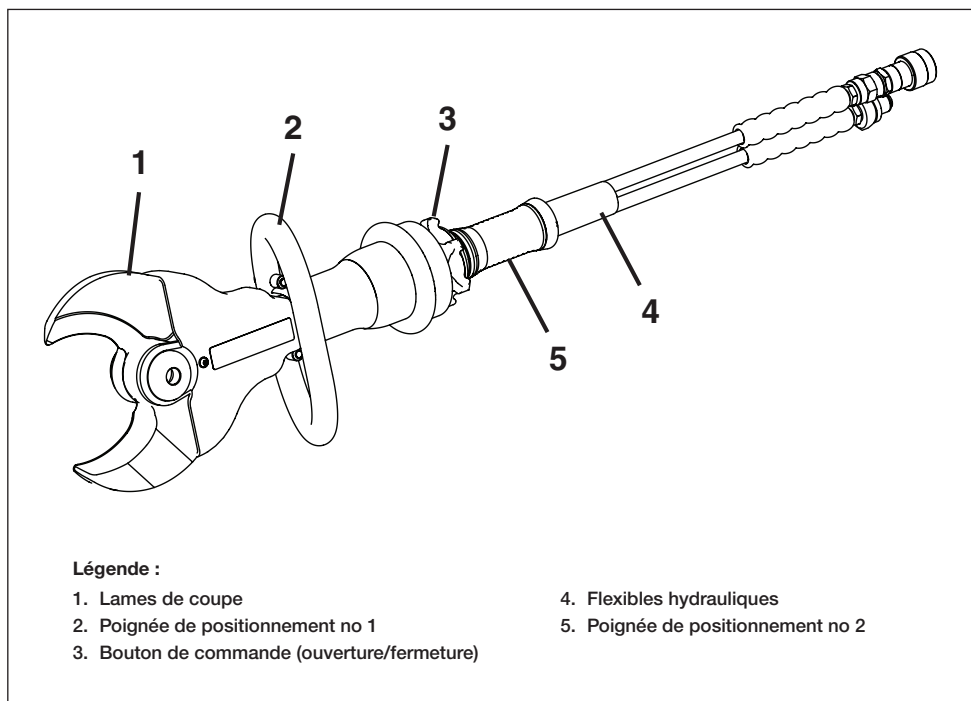

Figure 1 - Caractéristiques et composants
Se reporter à la Figure 1 pour la description des principales caractéristiques techniques de la cisaille et des accessoires fournis en standard. Reportez-vous à la section 2.0 pour les dimensions, les caractéristiques et les capacités maximales.
- Positionnez la cisaille selon les besoins à l'aide des poignées situées sur le côté et à l'arrière du vérin hydraulique. Se reporter à la Figure 1.